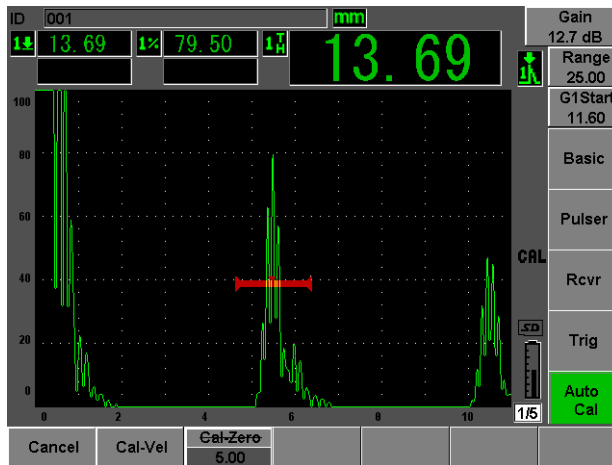

図 2-16 ゲート 1 開始位置
11. (**自動 XX % : Auto XX %**) 機能を使用して、指示位置がフルスクリーン高さの 80 % フルスクリーン高さになるように、ゲインを調整します (48 ページ図 2-16 参照)。